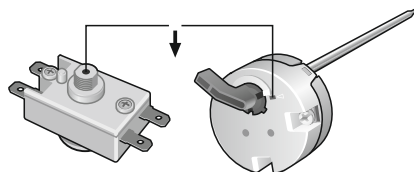

Рис. 3/ Fig. 3/ Рис. 3/ 3 сур./ Joonis 3/ Att. 3/ Pieš. 3
Регулировка осуществляется с помощью ручки терморегулятора (10), расположенной на защитной крышке водонагревателя. Термостат также содержит термовыключатель - устройство защиты ЭВН от перегрева, которое отключает ТЭН от сети при превышении температуры воды свыше +93°C ( $\pm 5^\circ\text{C}$ ). В процессе эксплуатации корпус ЭВН может нагреваться. Срабатывание термозащиты водонагревателя не является его неисправностью. Возврат водонагревателя в рабочее состояние осуществляется нажатием на шток термовыключателя, расположенного под защитной крышкой ЭВН (Рис. 3).